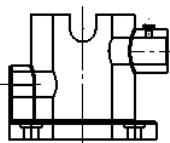

图 9.4.12 “线架图”显示模式
- (线架图): 视图中的不可见边线以实线显示，如图 9.4.12 所示。